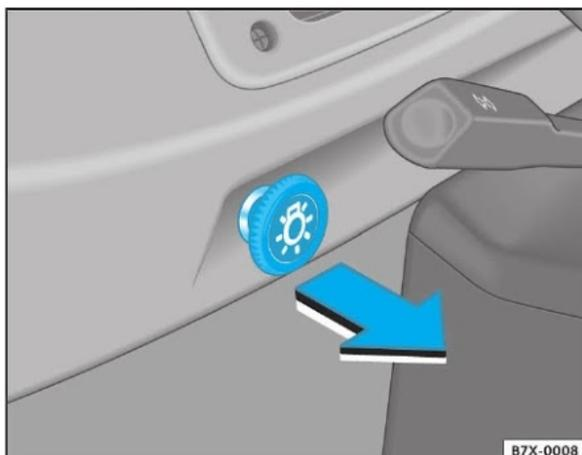

Fig. 34 Detalhe no painel de instrumentos: interruptor das luzes
- Puxe parcialmente o interruptor no sentido da seta ⇒ fig. 34. Nesta posição, são acesas as lanternas, luz da placa de licença e painel de instrumentos ⇒ .
- Puxe totalmente o interruptor no sentido da seta ⇒ fig. 34. Nesta posição, os faróis são ligados (alto ou baixo), dependendo do comutador dos faróis ⇒ Página 49.